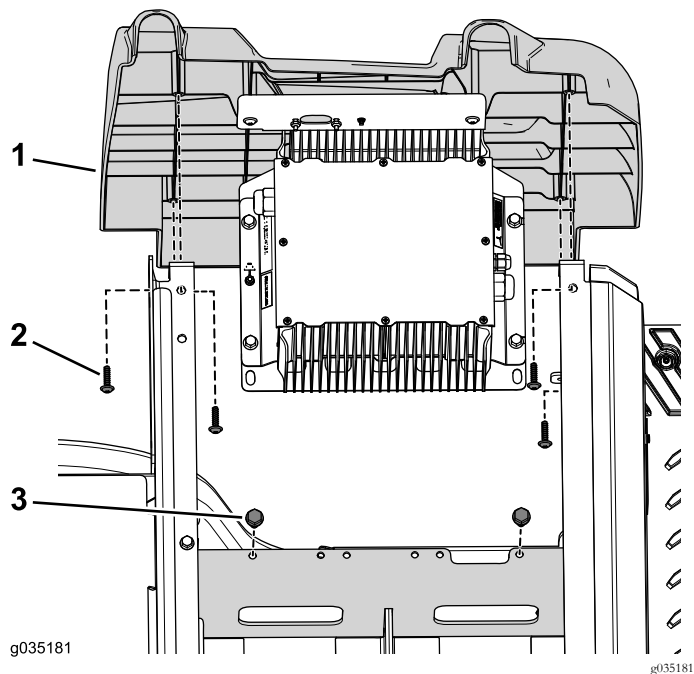

Figura 88
9. Utilice los 2 pernos ($\frac{3}{8}$ " x $\frac{3}{4}$ ") para sujetar el soporte del cargador a la bandeja de baterías (Figura 88).